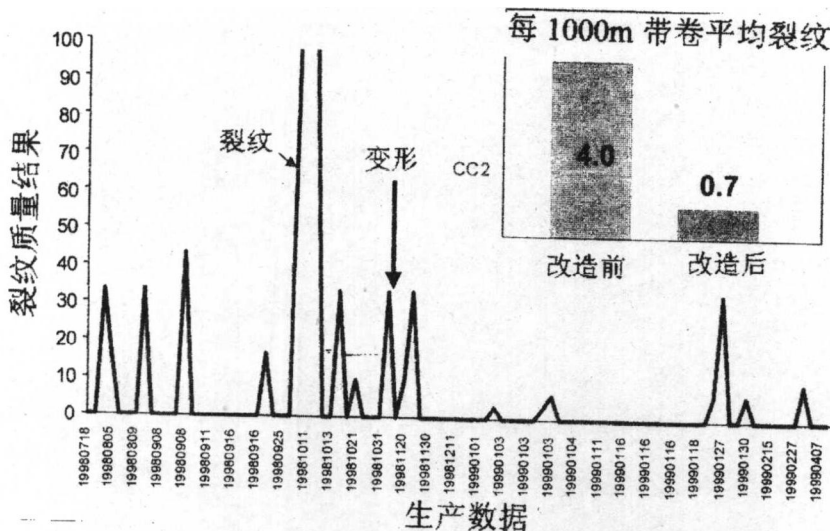

图 5 铸机升级后裂纹缺陷的改善
(2) 根据索拉克·福斯厂的裂纹标准规定，升级后检测的值与改造前一样，但是，浇铸各种钢的浇铸速度都提高了。
(3) 升级后，标出的表面裂纹的数量没有明显变化。
(4) 板坯中的非金属夹杂的数量减少到了 90%，轧材的裂纹缺陷改善达到了 80% 以上（图 5）。在检验过的镀锌卷上没有发现气泡。
(5) 铸机升级的主要目标已全部实现。例如，板坯清洁度的进一步改善，以及减少轧材和镀锌板的缺陷。